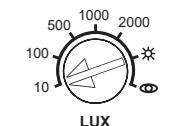

ABB. 12
- Um die Kabel durch die Öffnungen an der Seite des Gehäuses zu führen, müssen diese markierten, aber noch abgedeckten Löcher mit einem Seitenschneider freigeschnitten werden. Führen Sie dann das Kabel durch die freien Löcher und abisolieren Sie das Kabel auf 6-8 mm (ABB. 12).